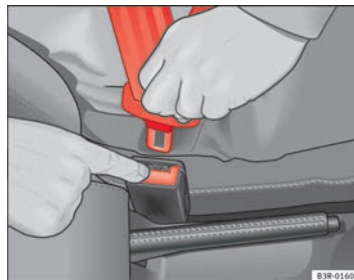

Abb. 15 Lösen der Schlosszunge vom Gurtverschluss
- Drücken Sie die rote Taste im Gurtschloss ⇒ Abb. 15. Die Schlosszunge springt heraus ⇒ ⚠.